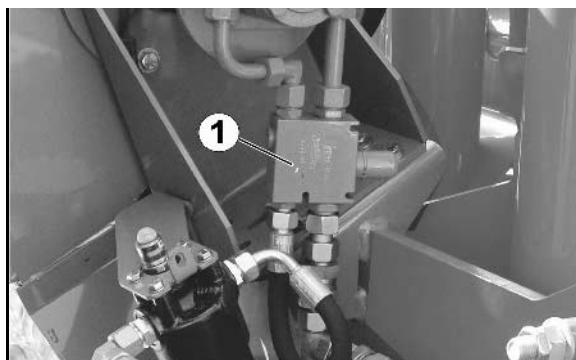

Рис. 103
- Клапан ограничения давления (Рис. 103/1)